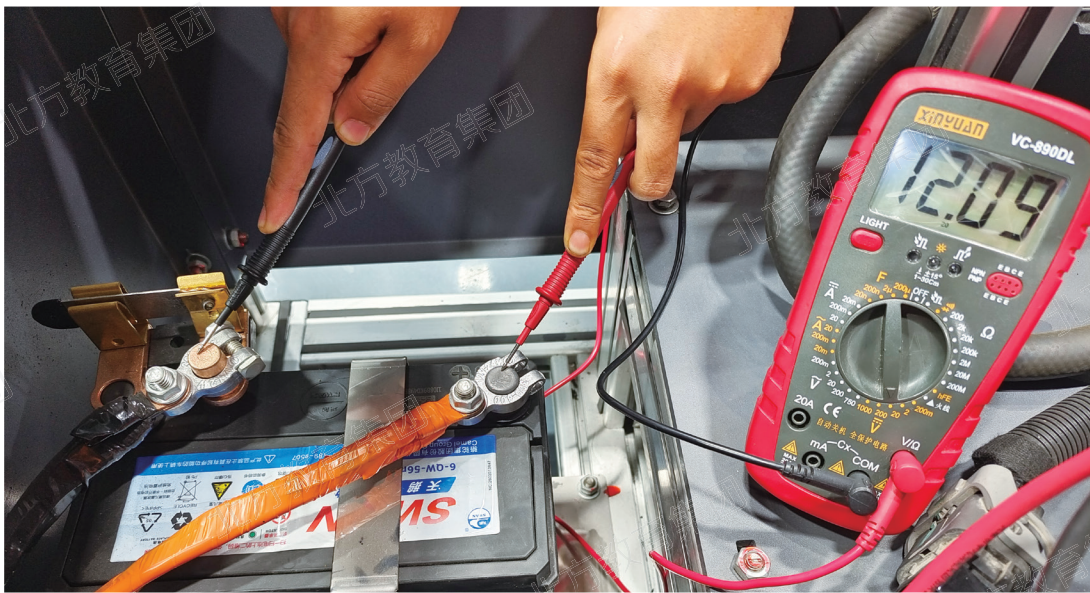

图 1-3-7 测量低压电池电压
1) 检查低压电池电压在 11-14V，如图 1-3-7 所示，否则进行充电，并检查 DC-DC 系统。